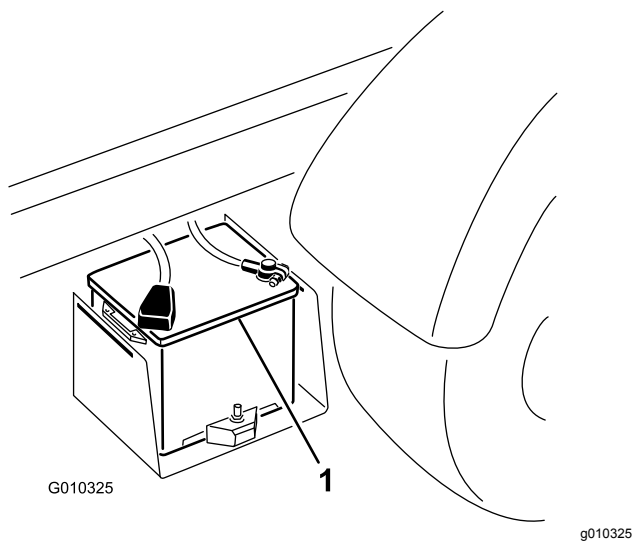

Рисунок 60
2. Соедините кабелем для запуска от внешнего источника положительные штыри двух аккумуляторов (Рисунок 60).